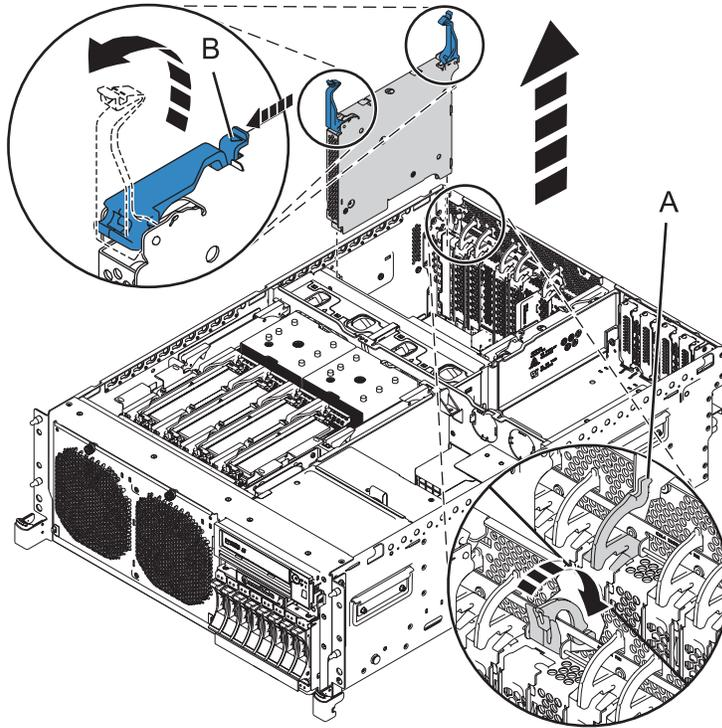
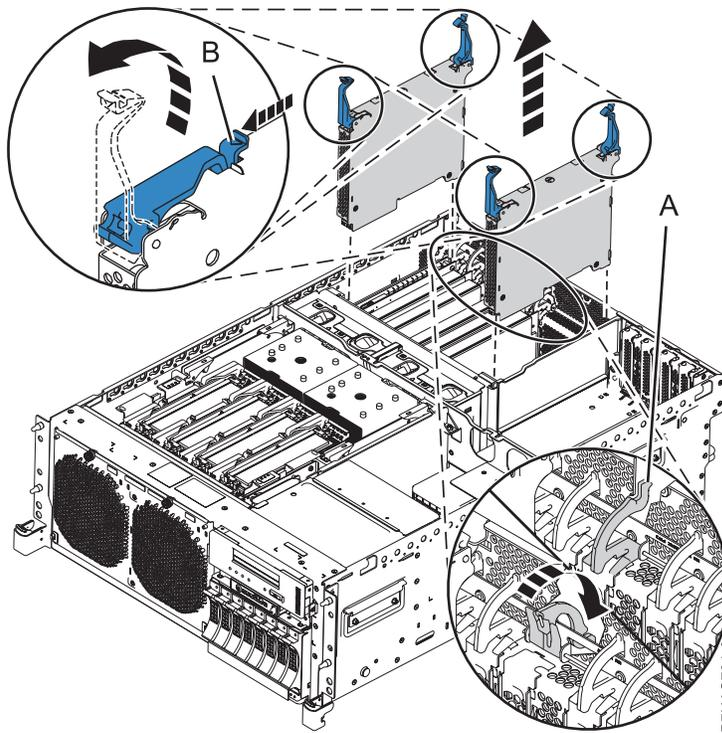

Figure 7. Retrait de l'adaptateur GX sur un système 02E/4B ou 05F/6B monté en armoire
Figure 8. Retrait de l'adaptateur GX (code dispositif EJ03) d'un système 02E/4C, 02E/4D, 05E/6C ou 05E/6D monté en armoire
12. Avec le système en position de maintenance, retirez le bloc d'adaptateurs existant comme indiqué à la figure 7, à la page 10 et la figure 8, à la page 10. Déverrouillez le taquet de l'emplacement d'adaptateur (**A**) en tirant dessus vers l'arrière du système.